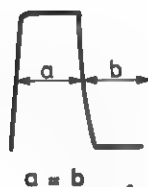

Fig. 16
- . Regel met R4 de pulsverhouding op 1:1 (fig. 16).